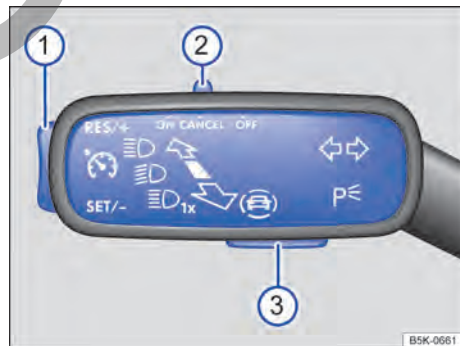

Fig. 114 En el lado izquierdo de la columna de dirección: mando y teclas para manejar el regulador de velocidad.
— Desplace el mando → fig. 114 ② a la posición **ON**.
- Durante la marcha, pulse la tecla → fig. 114 ① por la zona **SET/-**.
Mientras el GRA regula, se puede ajustar la velocidad guardada con la tecla → fig. 114 ①:
Mantenga presionada la tecla → fig. 114 ① para modificar ininterrumpidamente la velocidad guardada. El vehículo adapta la velocidad actual acelerando o dejando de acelerar. El vehículo no frena de forma activa.
- Desplace el mando → fig. 114 ② a la posición **CANCEL** o pise el pedal del freno.
- Pulse la tecla → fig. 114 ① por la zona **RES/+**.
- Desplace el mando → fig. 114 ② a la posición **OFF**.
1. Pulse la tecla → fig. 114 ③.